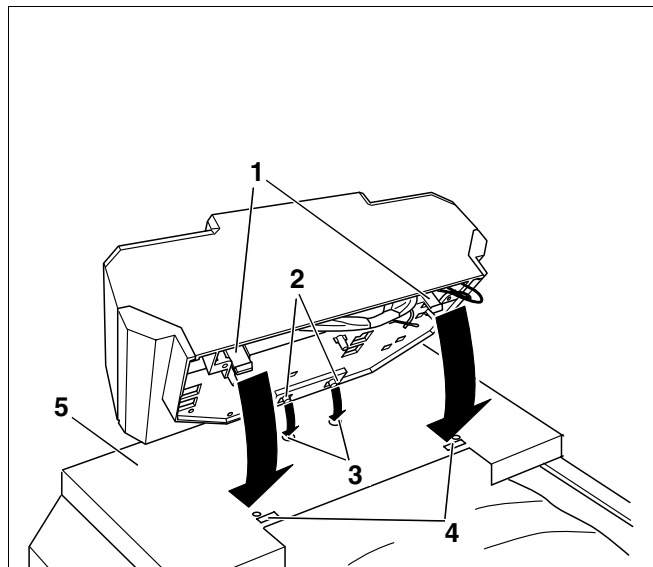

Fig. 24 Montering av kontrollpanel (f.eks. kontrollpanel i 2000-serien)
- Sett kontrollpanelets innskyvningshaker (fig. 24, **pos. 2**) inn i de ovale boringene (fig. 24, **pos. 3**) i kjelens fremre topplate (fig. 24, **pos. 5**).
Trykk kontrollpanelets elastiske haker (fig. 24, **pos. 1**) inn i de tilsvarende gjennomgangene i kjelens fremre topplate (fig. 24, **pos. 4**), slik at hakene låses.